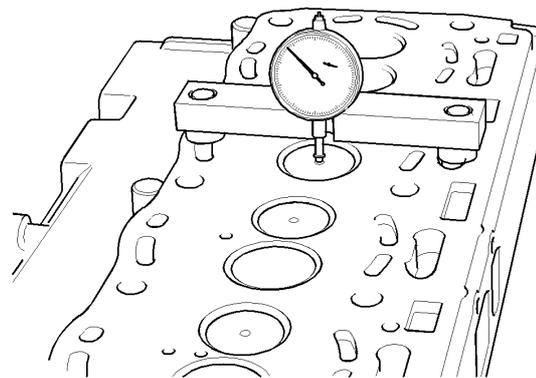

Ilustración 42
1. Use un indicador de esfera para comprobar la profundidad de las válvulas por debajo de la cara de la culata antes de quitar los resortes de válvula. Vea la ilustración 42 y vea las dimensiones correctas en Especificaciones, "Válvulas de culata".
11. Instale el Compresor de resortes de válvula 21825666 (1) y el Adaptador de tornillo de ajuste 27610235 apropiado (2) en posición en la culata para comprimir el resorte de válvula apropiado (5).
12. Instale los retenes de válvula (3).
13. Alivie cuidadosamente la presión en el compresor de resortes de válvula (1). Quite el compresor de resortes de válvula (1) y el adaptador de tornillo de ajuste (2) de la culata. Golpee suavemente la parte superior de las válvulas apropiadas con un martillo blando para asegurar que los retenes de válvula (3) estén instalados apropiadamente.
15. Voltee la culata. Use un indicador de esfera para comprobar la profundidad de las válvulas nuevas por debajo de la cara de la culata. Vea la ilustración 42 y vea más información sobre las válvulas de admisión y las válvulas de escape en el manual de Especificaciones, "Válvulas de culata". Si la profundidad de las válvulas nuevas está por debajo de la profundidad correcta, se deben reemplazar los casquillos de válvula. Vea en este manual de Desarmado y Armado, "Casquillos de válvulas de admisión y de escape - Quitar e Instalar".